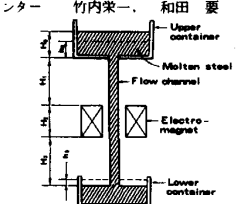

Fig. 1 Schematic diagram of experimental system
2. 装置と方法 実験装置の概要を Fig. 1 に、実験条件を Table 1 にそれぞれ示す。溶鋼は上部容器から耐火物製の扁平流路を通過して下部容器へ流出する。流路長さ方向の中央部に流路を垂直に横切る磁界を与え溶鋼に電磁力を付与した。流量は上部容器の重量変化をロードセルにて測定し算出した。最初に磁場を印加せずに溶鋼を流出させ流路の抵抗係数を求め、次に直流磁界を与えて流動抵抗の増加を測定し、これを電磁ブレーキの効果として取り出した。